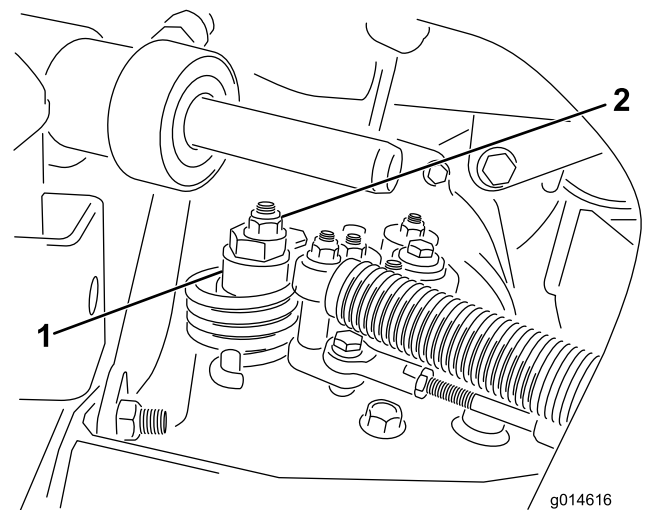

Figura 46
- A. Afloje la tuerca que sujeta el excéntrico a la parte superior del hidrostato (Figura 46).
- C. Gire el excéntrico hasta que no haya movimiento en ningún sentido. Cuando la rueda deje de girar, apriete la tuerca para bloquear el excéntrico y el ajuste (Figura 46). Compruebe el ajuste con el acelerador en las posiciones LENTO y RÁPIDO.